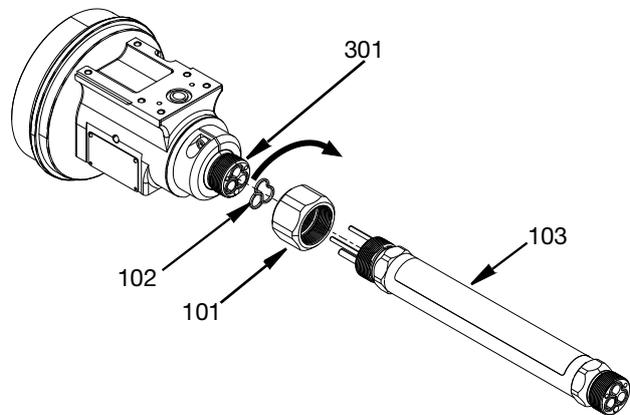

FIG. 28
1. Aplique una fina capa de grasa de litio en la junta del adaptador (102) e insértela en el extremo del cuerpo central (301).
2. Aplique lubricante antiagarrotamiento a las roscas del cuerpo central (301) y al conjunto del tubo largo (503).
3. Apoye la tuerca de seguridad tensora (101) en el extremo roscado del cuerpo central (301), pero no la enrosque.
4. Alinee las clavijas que hay en el extremo del conjunto del tubo largo (103) e insértelas en el cuerpo central (301). Gire la tuerca del tensor en el sentido de las agujas del reloj mirando hacia el alojamiento de la pieza giratoria de modo que las roscas del conjunto del tubo largo (103) y el cuerpo central se acoplen simultáneamente. Apriete la tuerca a 101,69 N•m (75 lb-pie). Consulte la FIG. 28.